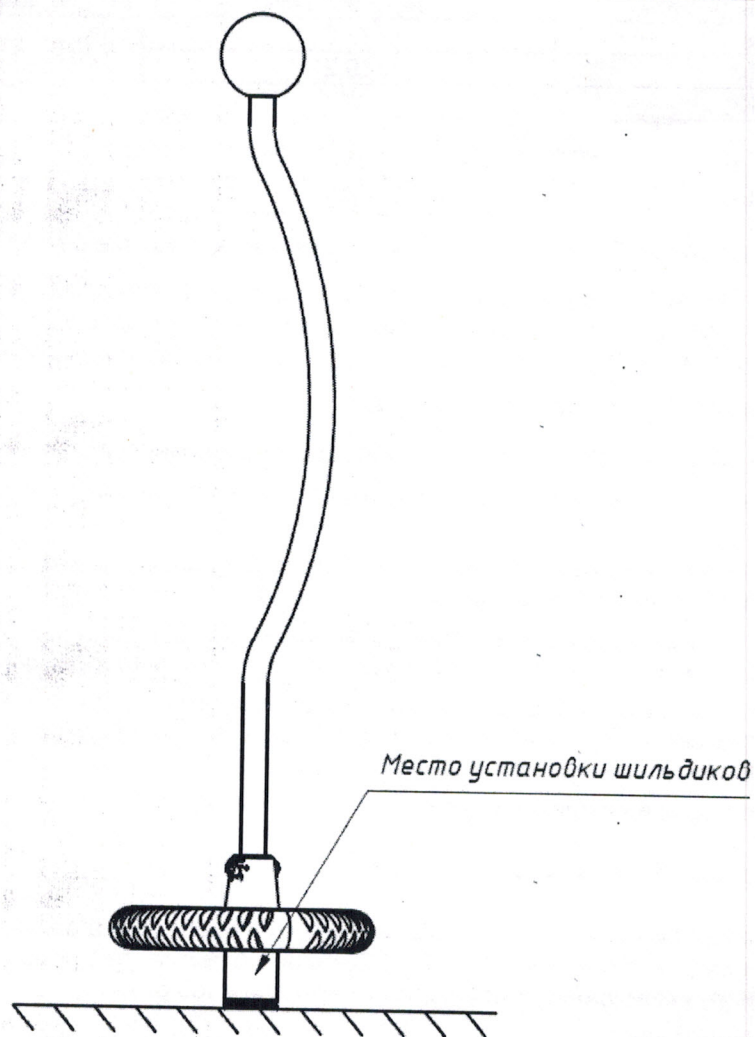

Рис. 4. Схема установки шильдиков
24.3. Установить шильдики ШЛД-01 и ШЛД-02 в соответствии со схемой установки шильдика (Рис. 4, Рис. 5).